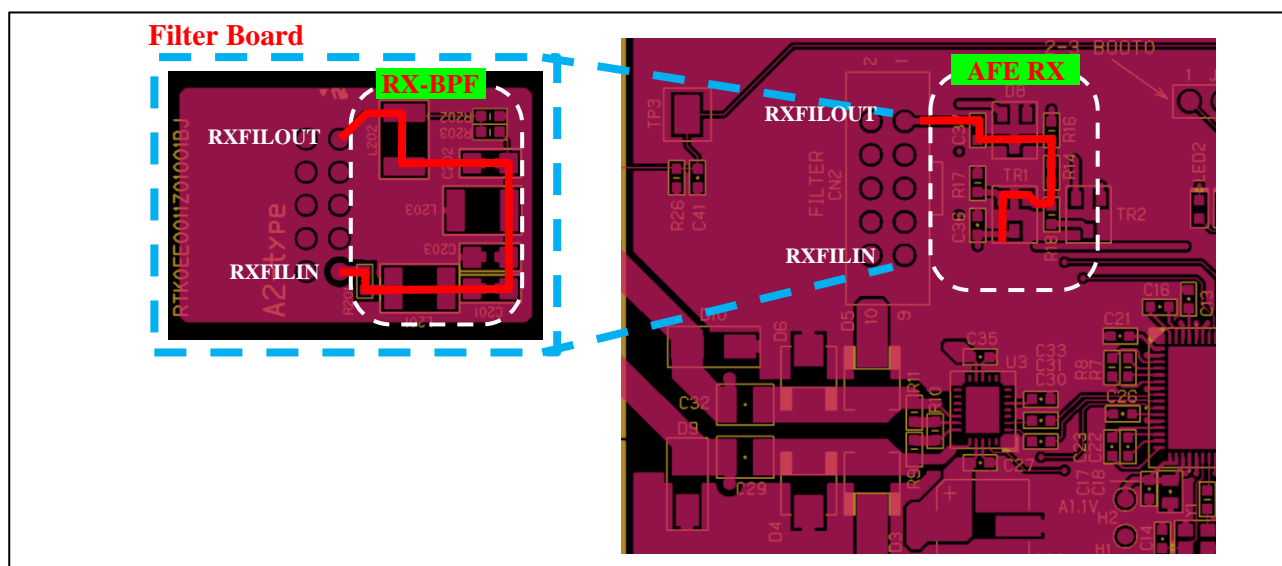
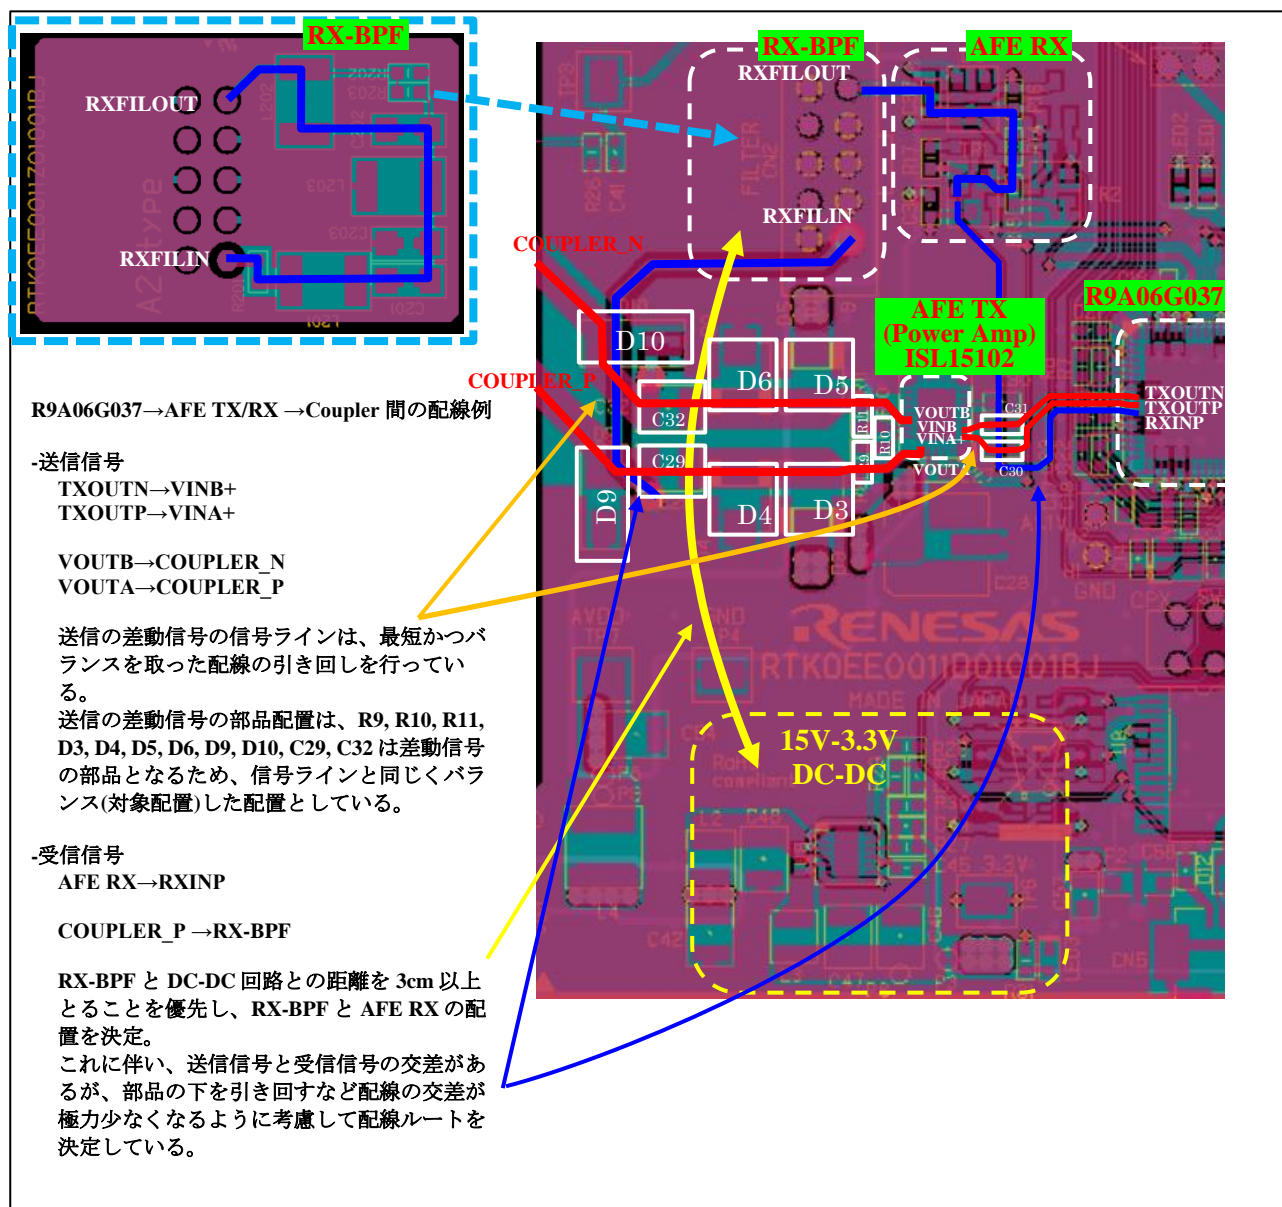

Figure 2-5 RX-BPF の配置例
Figure 2-8 R9A06G037→AFE TX(ISL15102)/RX →Coupler 間の送信・受信信号ラインの引き回し例
- RX-BPF は、特にノイズを受け易い為、部品はバラバラに配置せず極力配線を短くして 1 か所にまとめて、電源回路と 3cm 以上距離を離してください。距離が 3cm 以上確保できない場合は電源回路を裏面(RX-BPF と別層)へ配置してください。(例を Figure 2-5, Figure 2-8, Figure 3-3 に示します)
- R9A06G037→AFE TX(ISL15102)→PLC Coupler 間の送信信号ラインは、差動信号となる為、可能な限り最短かつバランスを考慮した部品配置及び配線にしてください。(接続例を Figure 2-8 に示します)
- PLC Coupler →AFE RX→R9A06G037 間の受信信号ラインは可能な限り最短の配線にしてください。但し、電源回路との干渉のリスクがある場合は、電源回路と距離を優先してください。(接続例を Figure 2-8 に示します)